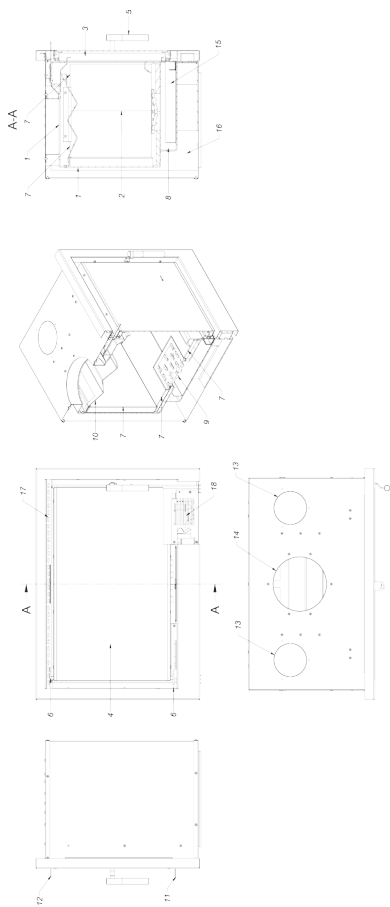

Fig. 3. RK cassette - construction diagram
La partie principale de l'insert est la chemise en acier (1) (figure 3), où se trouve la chambre de combustion (2). La paroi frontale de la chambre de combustion est la porte en acier (3) avec une vitre homogène résistante à la chaleur (4) et une poignée (5). La porte est montée dans le cadre de la porte à l'aide de crochets (6). La chambre de combustion est revêtue d'Acumotte (7). La base de l'insert est un plancher à deux couches (8), dont la structure est simultanément une chambre d'admission d'air. L'admission d'air est réalisée au moyen d'un papillon équipé d'un mécanisme de commande (11). Au-dessus de la porte, il y a une poignée de commande de l'étrangleur au centre du dispositif pour l'alimentation en air de la vitre (le rideau d'air) (12). La poignée de commande (11), (12) déplacée vers la gauche signifie une alimentation en air primaire ouverte, et lorsque la poignée est déplacée vers la droite, cela signifie que l'entrée d'air est fermée. Une grille en fonte (9) est montée au bas du poêle. Déchets : les cendres et le combustible non brûlé sont collectés dans un bac à cendres amovible (15) situé sous la grille. Les cendres laissées dans la chambre de combustion sont enlevées à l'aide d'une pelle et d'une brosse, d'un aspirateur de cheminée ou d'une fixation à un aspirateur industriel. Un déflecteur en acier (10) se trouve au-dessus de la chambre de combustion. Le déflecteur est un limiteur du flux de gaz d'échappement, ce qui intensifie l'échange de chaleur. Pendant la combustion, les gaz de combustion lavent les parois de la chambre de combustion, passent sous le déflecteur et continuent à s'écouler dans le tuyau de fumée (14) et passent par le conduit jusqu'à la cheminée.